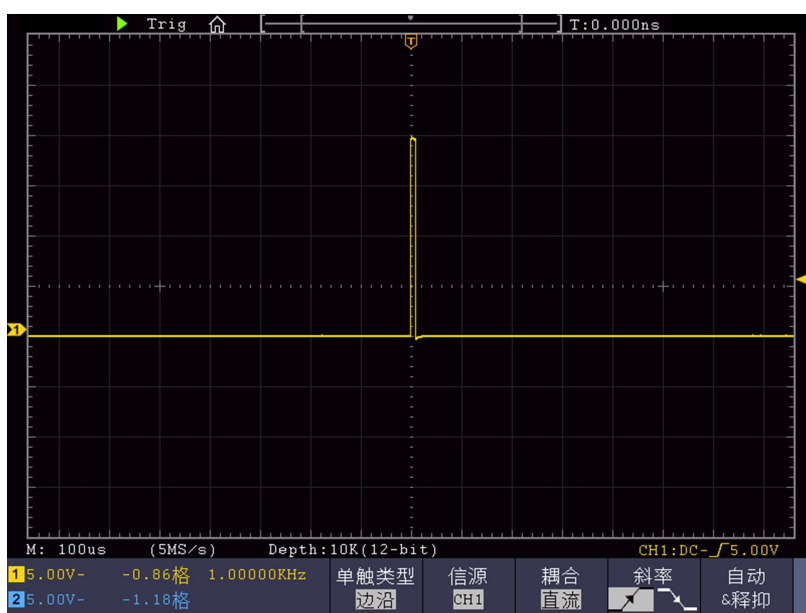

图 6-3：捕捉单次信号
- (2) 调整 垂直 档位 和 水平 档位 旋钮，为观察的信号建立合适的垂直与水平范围。
- (3) 按 采样 按键，显示采样菜单。
- (4) 在下方菜单中选择 采集模式。在右侧菜单中选择 峰值检测。
- (5) 按 触发菜单 按键，显示触发菜单。
- (6) 在下方菜单中选择 类型。在右侧菜单中选择 单触。
- (7) 在左侧菜单中选择触发模式为 边沿。
- (8) 在下方菜单中选择 信源，在右侧菜单中选择 CH1。
- (9) 在下方菜单中选择 耦合；在右侧菜单中选择 直流。
- (10) 在下方菜单中选择 **斜率** 为  (上升)。
- (11) 旋转 **触发电平** 旋钮，调整触发电平到被测信号的中值。
- (12) 若屏幕上方 **触发状态指示** 没有显示 **Ready**，则按下 **Run/Stop (运行/停止)** 按键，启动获取。等待符合触发条件的信号出现。如果有某一信号达到设定的触发电平，即采样一次，显示在屏幕上。利用此功能可以轻易捕捉到偶然发生的事件，例如幅度较大的突发性毛刺：将触发电平设置到刚刚高于正常信号电平，按 **Run/Stop (运行/停止)** 按键开始等待，则当毛刺生时，机器自动触发并把触发前后一段时间的波形记录下来。通过旋转面板上水平控制区域的 **水平位移** 旋钮，改变触发位置的水平位移可以得到不同长度的负延迟触发，便于观察毛刺发生之前的波形。见图 6-3。